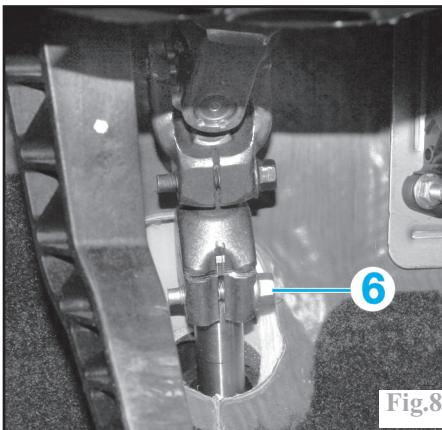

Fig.8
Déposer la vis (6) d'accouplement de la colonne de direction sur le boîtier (Fig.8).